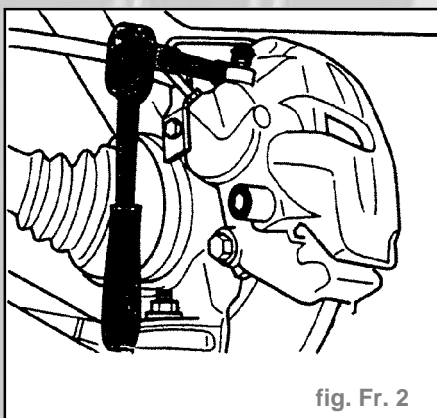

fig. Fr. 2
- Dévisser les deux goujons de guidage de l'étrier de frein (fig. Fr. 2).